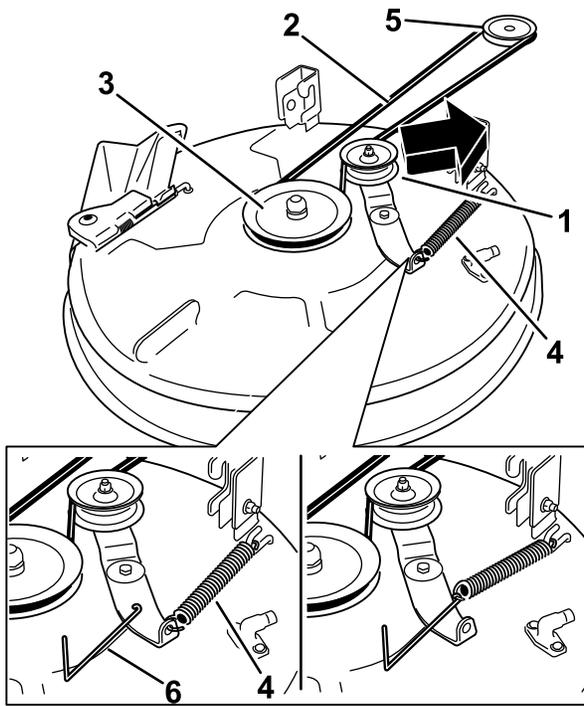

Bild 57
4. Entfernen Sie die Spannscheibenfeder mit einem Werkzeug zur Federentfernung (Toro Bestellnummer 92-5771) vom Mähwerkhaken, um die Spannung von der Spannscheibe zu nehmen, und rollen Sie den Riemen von den Spannscheiben (Bild 57).
- Verlegen Sie den neuen Riemen um die Motor- und Mähwerkriemenscheiben (Bild 57).
- Setzen Sie die Spannscheibenfeder mit einem Werkzeug (Toro Bestellnummer 92-5771) auf den Mähwerkhaaken, um die Spannscheibe und den Mähwerkriemen zu spannen (Bild 57).